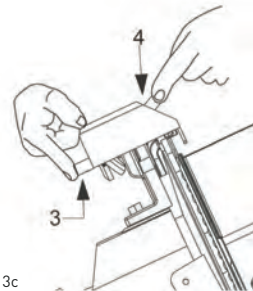

Abb. 3c
- die Tasten (Pos. 3 und 4, Abb. 3c) 3-4 Sekunden lang drücken, danach gleichzeitig loslassen.